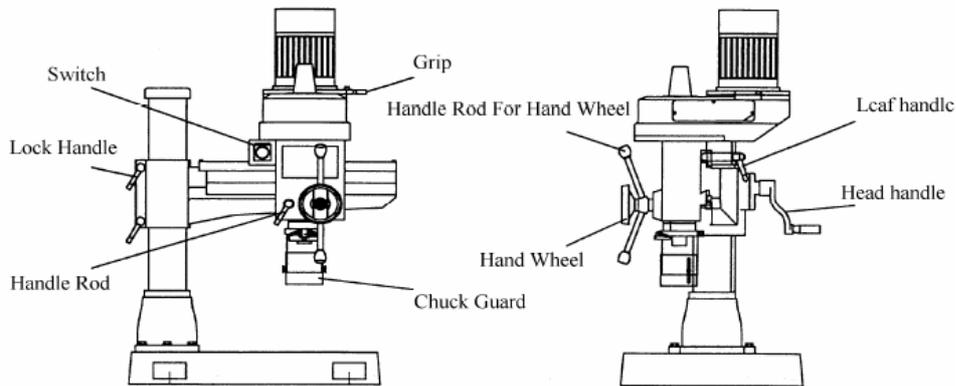

Fig. 1
5. UTILISATION DES PARTIES PRINCIPALES DE LA MACHINE (Voir Fig. 1)